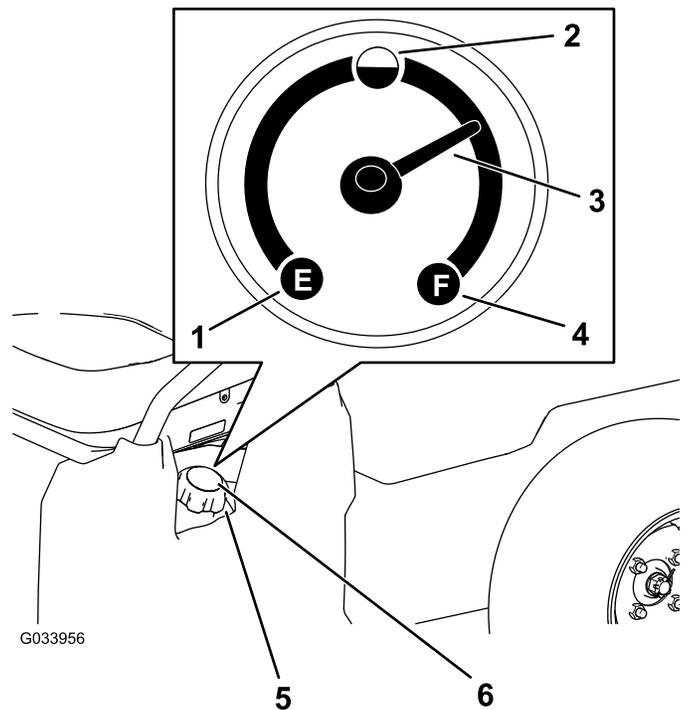

図 13
5. 燃料タンクのキャップ  図 13 の周囲をきれいに拭く。